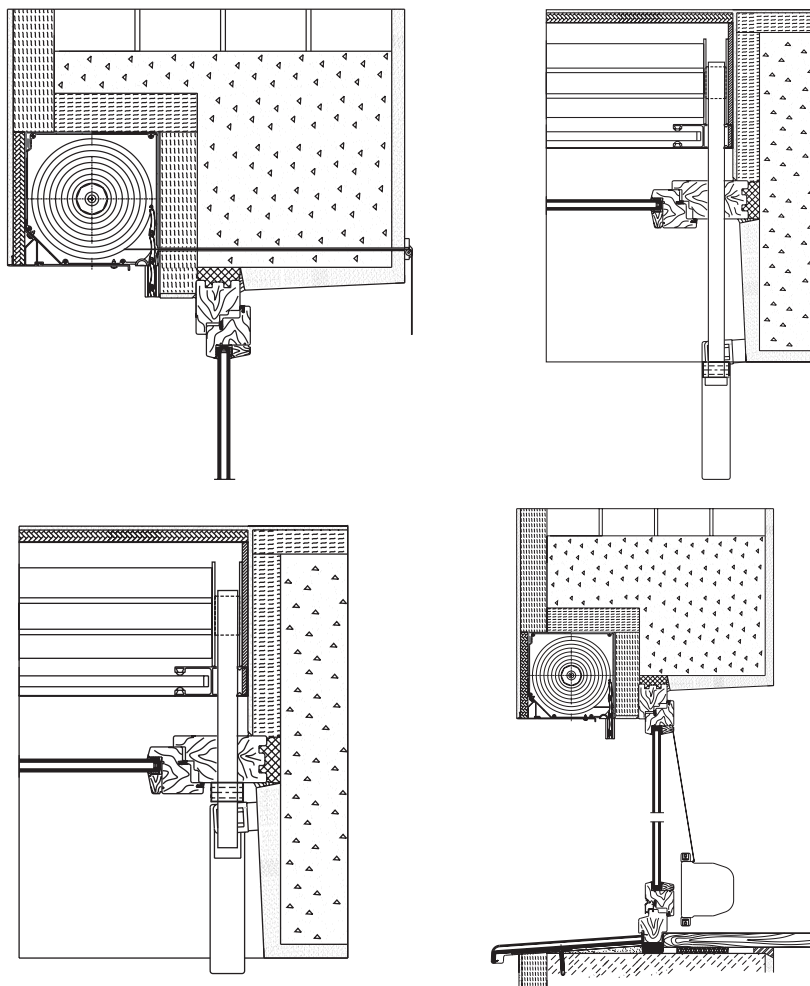

Рис. 16. Варианты установки роллеты с ленточным или шнуровым приводами
- 2) Разметить расположение отверстия в стене (в некоторых случаях в деревянной оконной раме, по согласованию с заказчиком) для вывода элементов управления (рис. 16).